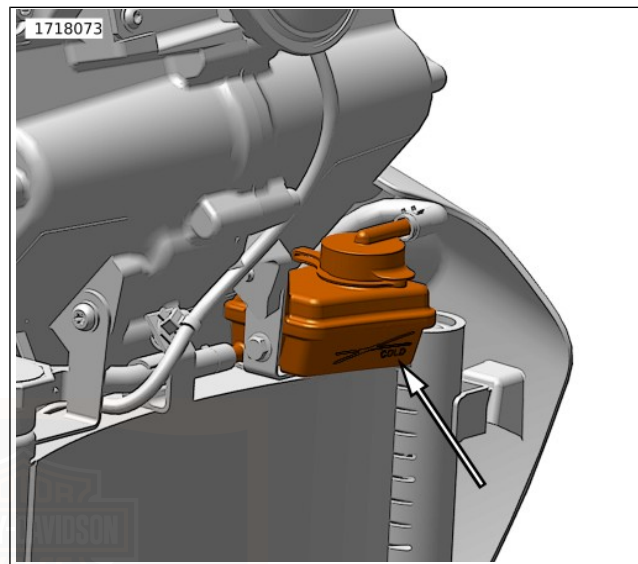

Abbildung 61. Kühlmittelstand, Markierung „COLD“
3. Siehe Abbildung 61. Sicherstellen, dass der Kühlmittelstand auf oder knapp über der Markierung „COLD FILL“ (2) steht.